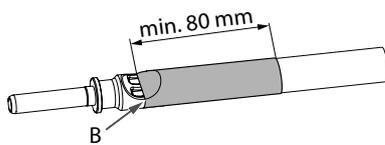

Abb. 7:
1. Den Schrumpfschlauch auf die erforderliche Länge (mindestens 80 mm) plus 5-10 % Längsschrumpfungszugabe ablängen (**Abb. 7**). Dabei auf glatte Schnittkanten achten.
2. Den Schrumpfschlauch so auf Kabel und Kontakt aufschieben, dass sich das Ende mittig zum Crimpbereich am Kontakt befindet (**Abb. 7/B**). Dabei Falten vermeiden.